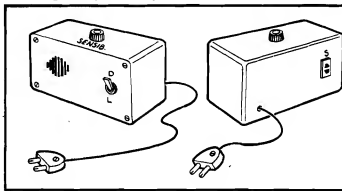

Fig. 2
A fig. 2 sugere um prático e elegante "encaixamento" final para o MORDOMO, devendo estar presentes, externamente, o potenciômetro de "sensibilidade", a chave geral de alimentação, alguns furinhos para a passagem do som ao microfone e, na traseira, a saída para o "rabicho" de CA e a tomada de utilização (S). São muitos os *containers* padronizados comerciais que podem abrigar, com conforto e aspecto profissional, a montagem... A maioria das caixas padronizadas são de plástico, o que torna muito fácil a sua usinagem e furação, mesmo sem o uso de feramental específico...